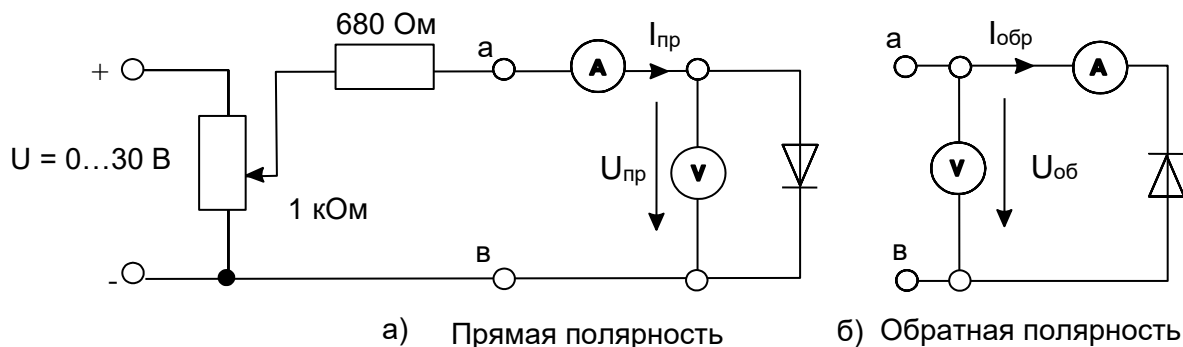

Рис.1.1.2
- К диоду (рис.1.1.2а) при прямой полярности приложите напряжение постоянного тока  $U_{пр}$ , величины которого указаны в табл. 1.1.1, измерьте с помощью мультиметра соответствующие токи  $I_{пр}$  и их значения занесите в таблицу. Используйте при этом схему измерения с погрешностью по току.
- Измените полярность диода, переключите вольтметр для измерений с погрешностью по напряжению как показано на рис. 1.1.2б и повторите эксперимент при величинах обратных напряжений, указанных в табл. 1.1.2. Для получения напряжений больше 15 В соедините два источника последовательно.